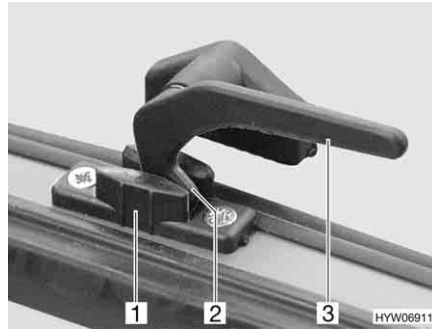

Fig. 51 Leva di serraggio in posizione "Aerazione continua"
- In posizione di "Aerazione continua" (Fig. 51)
- Ruotare la leva di serraggio (Fig. 51,3) di un quarto di giro verso il centro della finestra.
- Ruotare la leva di serraggio di un quarto di giro verso il telaio della finestra. Riportare contemporaneamente il nasello di chiusura (Fig. 51,2) nella rientranza della chiusura della finestra (Fig. 51,1).